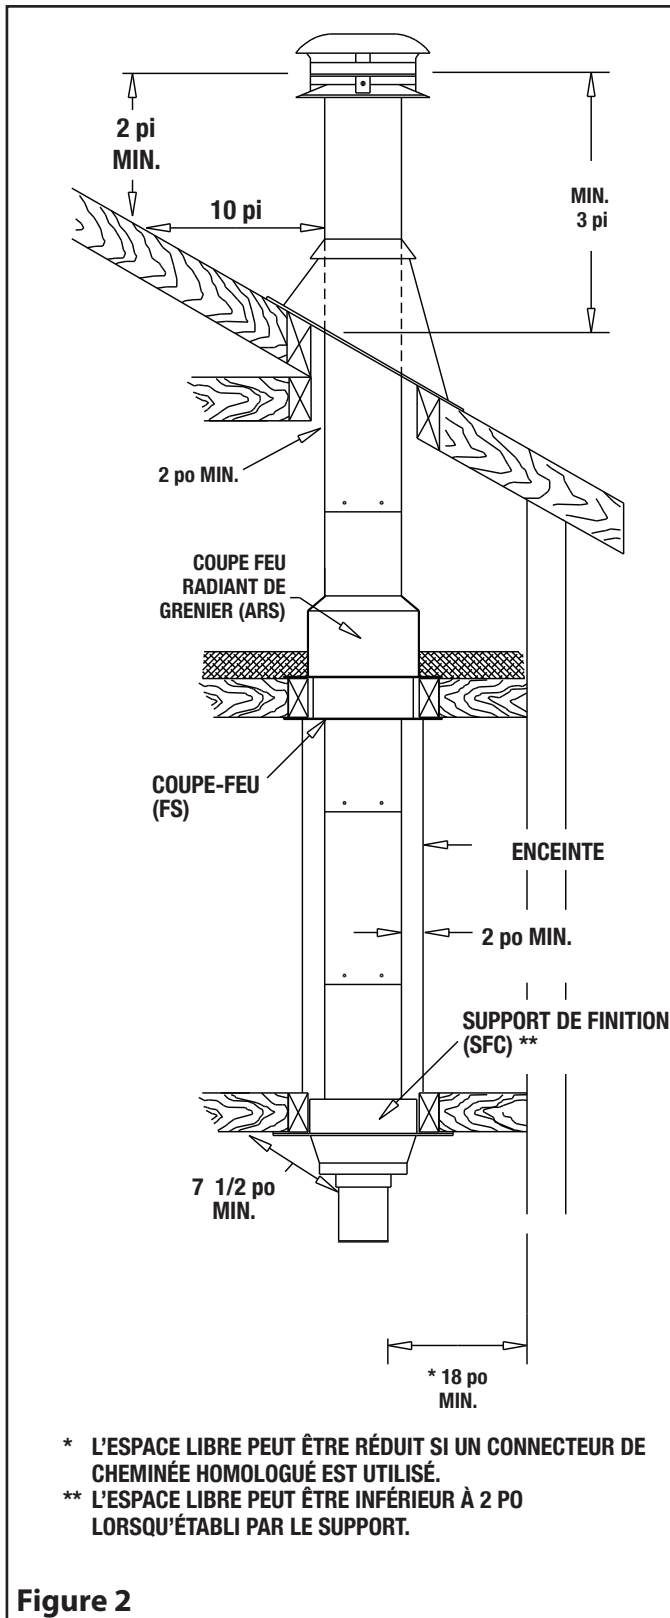

Figure 2
7. La cheminée devra s'étendre au moins à 3 pieds au-dessus du point de contact avec le toit et au moins à 2 pieds plus haut que tout mur, toit ou bâtiment adjacent à une distance de 10 pieds de la cheminée. **Voir Figure 2**